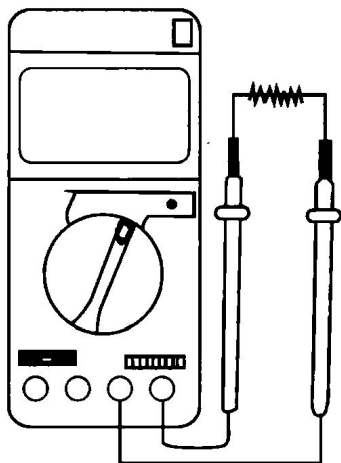

图 2-7 电阻测量
3) 电阻测量：将黑表笔插入“COM”孔内，红表笔插入“V·Ω”孔内（红表笔极性为“+”），选择合理量程，然后将红、黑表笔与被测电路并联，即可进行测量，如图 2-7 所示。在进行电阻测量时，如果被测电阻值超出所选择量程的最大值，将显示过量程“1”，应选择更高的量程；对于大于 1 MΩ 或更高的电阻，要几秒钟后读数才能稳定，这对高阻值读数这是正常的。当无输入时，如开路情况，显示为“1”；短路情况，显示为“0”。在线检测电阻时，一定要确保已切断电源。